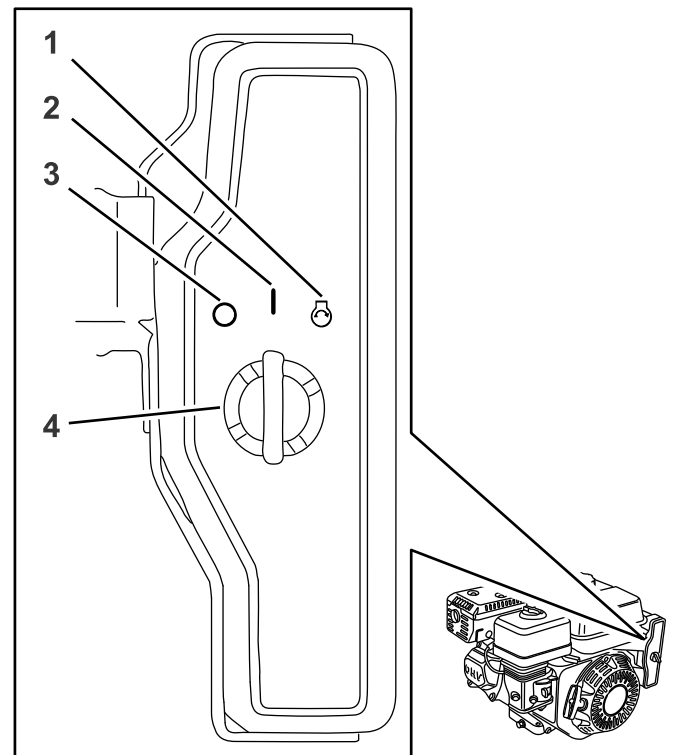

Figure 16
4. Tournez le commutateur d'allumage à la position CONTACT (Figure 16).
5. Tournez la clé à la position DÉMARRAGE et laissez-la sur cette position jusqu'à ce que le moteur démarre (Figure 16).